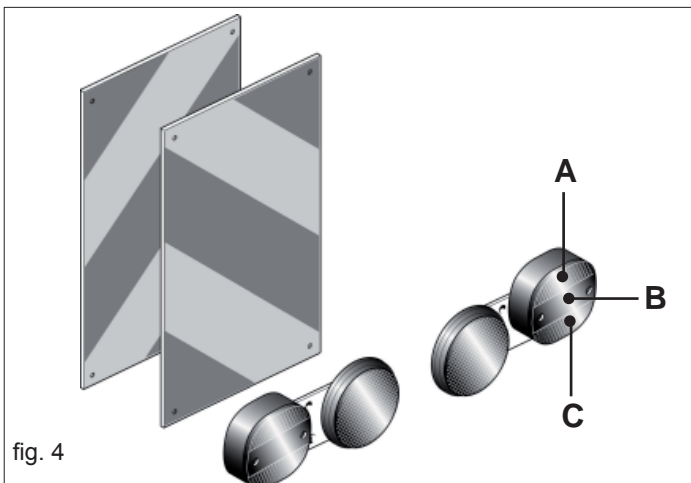

fig. 4
- 9) Si las dimensiones de los aparatos cargados o semi- cargados no permiten la visibilidad de los dispositivos de indicación e iluminación de la motriz, dichos dispositivos deberán ser instalados adecuadamente sobre los aparatos en sí, ateniéndose a las normas del código del tránsito vigente en el País. Asegurarse, mientras viene utilizado, que la instalación de las luces se encuentre perfectamente en función. Se recuerda, además que la correcta secuencia de las indicaciones de los faros prevé (Fig. 4):